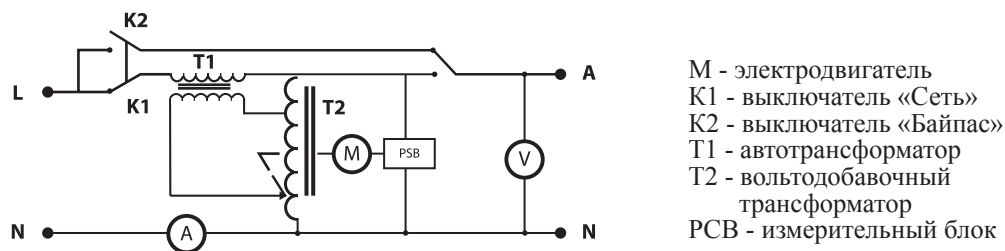

рис.3
6.1.2 Схема устройства стабилизатора напряжения представлена на рис.3: